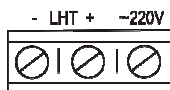

Рисунок 2
- подключить оповещатель к источнику питания в соответствии с используемым напряжением (рисунок 2):